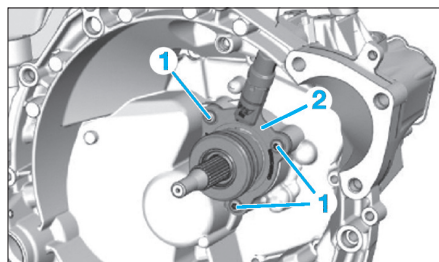

Fig. 4
- Déposer les 3 vis de fixation (1) de la butée/cylindre récepteur (2) (Fig.4).
- Déposer la butée/cylindre récepteur (2).